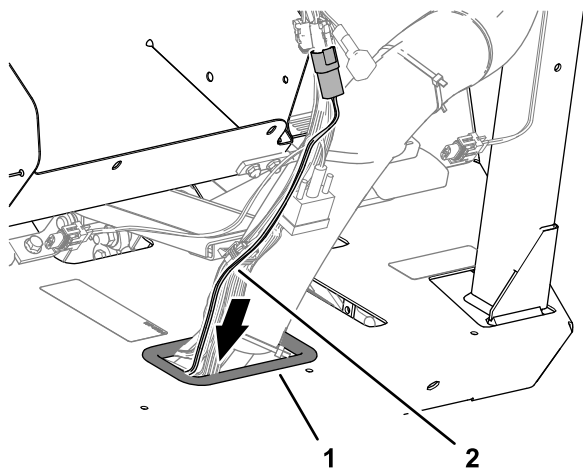

Figure 169
1. Passez l'autre extrémité du faisceau de bus ISO-CAN dans le passe-câble du plancher (Figure 169).